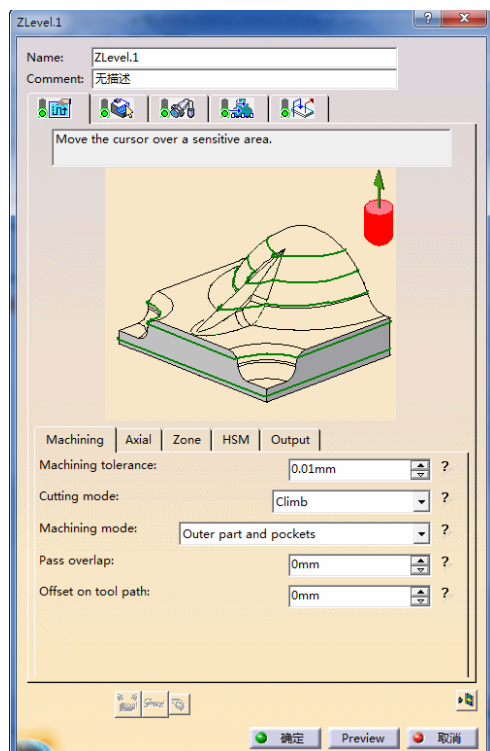

图 2-80 “ZLevel.x”对话框
在特征树中选择“Manufacturing Program.1”,选择下拉菜单“插入”→“Machining Operations”→“ZLevel”命令,或者单击“Machining Operations”工具栏上的 ZLevel 按钮,弹出“ZLevel.x”对话框如图 2-80 所示。
单击“ZLevel.x”对话框中的，切换到刀具路径参数选项卡，包括“Machining”、“Axial”、“Zone”、“HSM”和“Output”选项卡，如图 2-80 所示。下面仅介绍前述没有解释的参数。
1) “Machining”选项卡如图 2-80 所示。该选项相关参数如下：